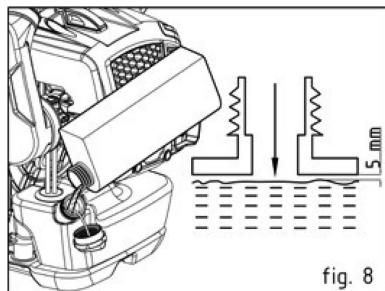

fig. 8
- Ne remplissez pas trop. Laissez un espace d'au moins 5 mm entre le haut du mélange carburant-huile et le bord intérieur du réservoir pour permettre l'expansion (**Fig. 8**).